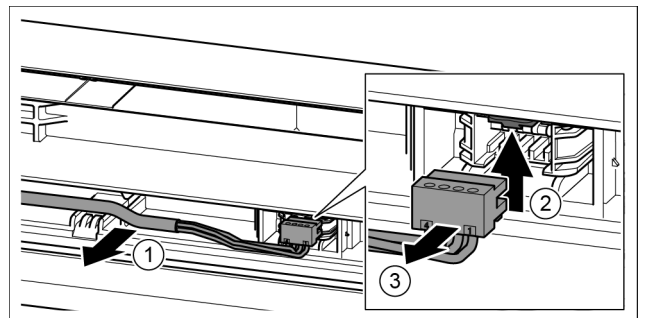

Fig. 19
- ▶ Обережно витягніть сірий кабель з направляючої в дверцятах. Fig. 19 (1)
- ▶ Притисніть з'єднувальну накладку вгору. Fig. 19 (2)
- ▶ Обережно витягніть штекер. Fig. 19 (3)